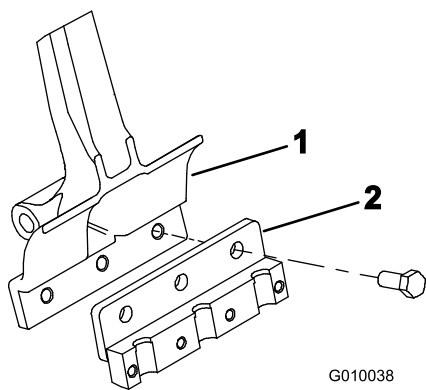

図 22
2. 各タイヤ・アームにタイヤ・ホルダーを取り付ける（図 22）；ボルト（1/2 x 1-1/4 in）3 本を使用。ボルトを101.6N・m（10.4kg・m）にトルク締めする。